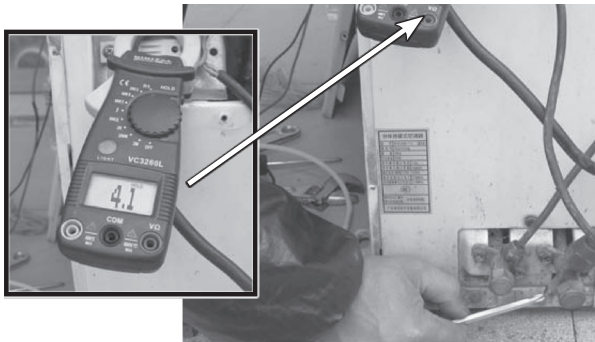

图 5-68 边观察压力电流表, 边放制冷剂
5) 遂判断系统内制冷剂多引起制冷效果差, 放制冷剂, 将运行压力调至 0.45MPa, 再次测得运行电流为 4.1A (此为标称电流, 在空调器室外机铭牌上可查到), 如图 5-68 所示。